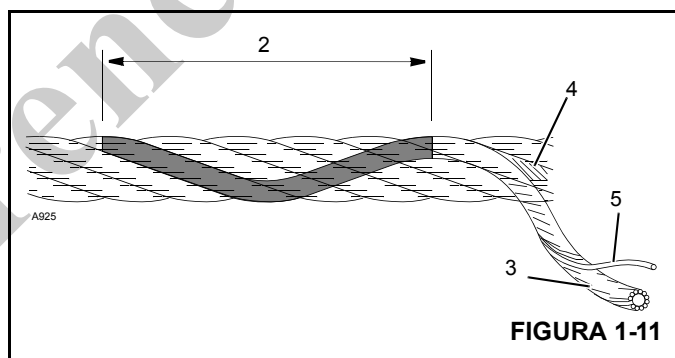

FIGURA 1-11
- Al buscar alambres rotos (5) (Figura 1-11), alieve el cable, muévalo hacia afuera de los “puntos de recogida” y dóblelo lo más que se pueda. Los defectos del cable hacen referencia a la “longitud de sesgo” (2), que es la distancia medida a lo largo del cable en donde una trenza (3) logra una revolución completa alrededor del núcleo (4).